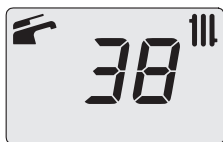

Figura 6.6
- Il display LCD visualizza la temperatura di caldaia (circuito primario) ed i simboli  e  (Figura 6.6).